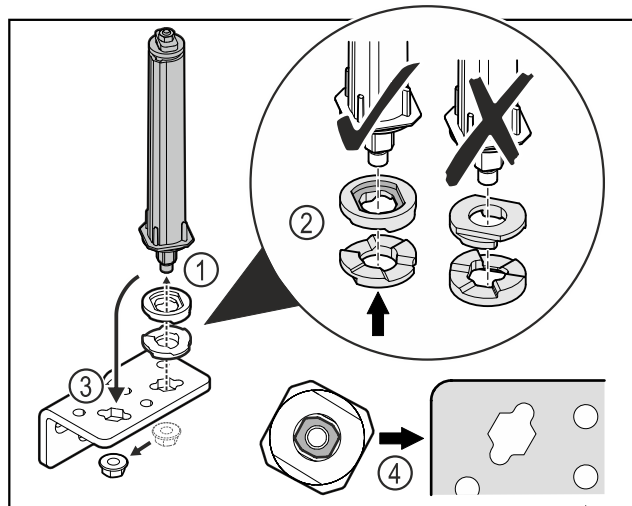

Fig. 34
- ▶ Løsne mutteren og fjern dørlukkesystemet Fig. 34 (1).
- ▶ Sørg for korrekt innretning av høydejusteringsskivene Fig. 34 (2).
- ▶ Sett om dørlukkesystemet i hengselvinkelen og fest med mutteren Fig. 34 (3).
- ▶ Ved innsetting, sørg for korrekt innretning av dørlukkesystemet Fig. 34 (4).